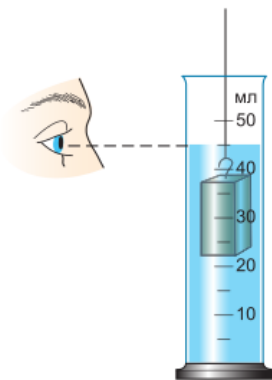

Рис. 195
3. Опустите металлический брусок, объём которого надо измерить, в воду полностью, удерживая его за нитку (рис. 195), и измерьте суммарный объём  $V_2$  воды и бруска. Определите объём бруска  $V = V_2 - V_1$ .